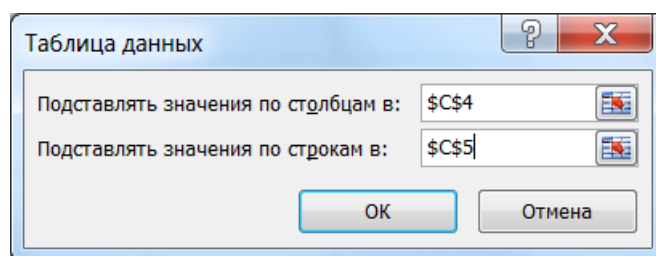

Рис. 4. Диалоговое окно «Таблица данных» (в других версиях может быть «Таблица подстановки»)
- 6 Заполняем окно как показано на рис. 4: